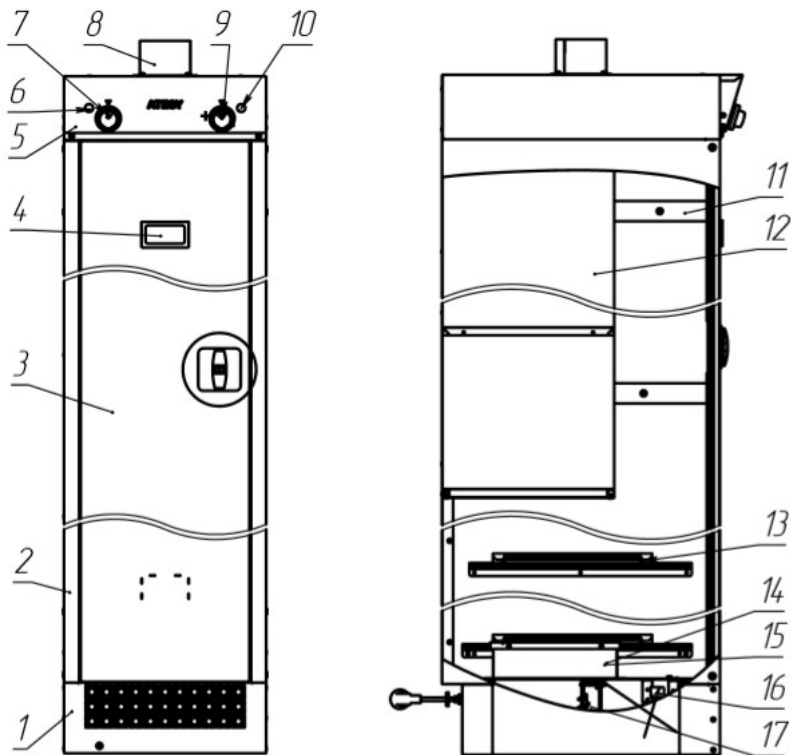

Рисунок 1
1.3.2.1 Изделие, см. рисунок 1, представляет собой корпус 2 из легированной стали, установленный на основание 1. Спереди установлена дверь 3 с замком. На двери 3 находится карман 4 с оргстеклом и информационной карточкой.